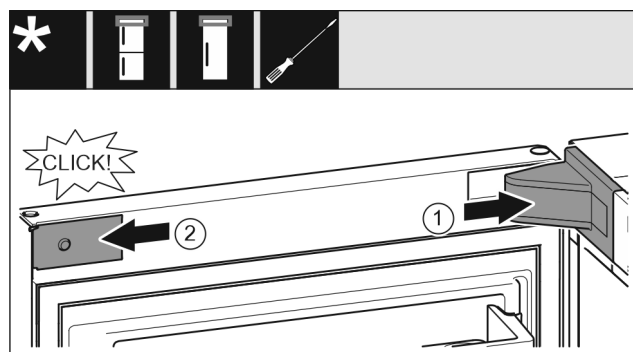

Fig. 21
- Applicare la copertura del blocco di supporto e innestarla, se necessario premere con cautela. Fig. 21 (1)
- Applicare il pannello lateralmente e innestarlo. Fig. 21 (2)